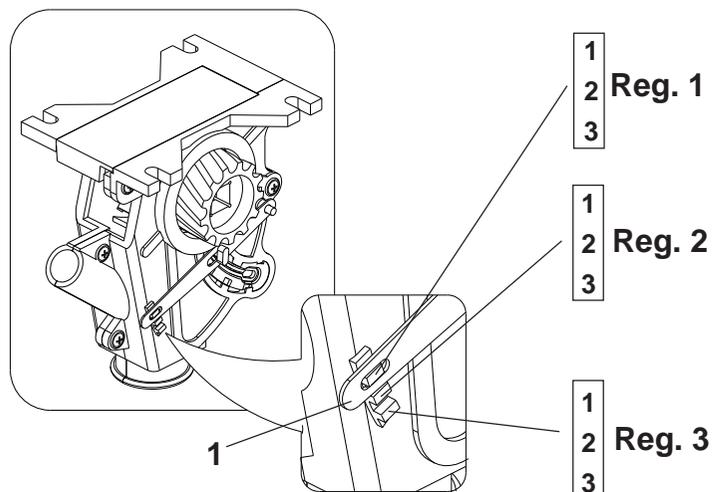

FIGURA 26
- 2 - A alavanca (1) da semente deve ser posicionada no regulador (1) do registro da semente. **Figura 26.**